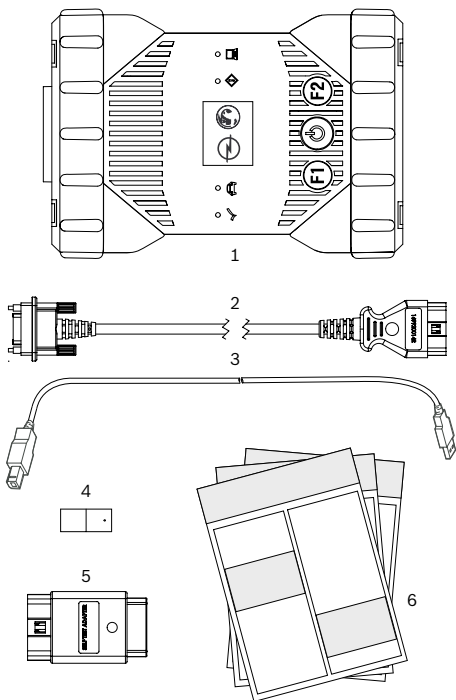

Рис. 1: Комплект поставки (1a или 1b)
1. Racordați Opel-Vauxhall-VCI (fig. 1, poz. 1) și cablul de conexiune OBD la racordul OBD al vehiculului (fig. 1, poz. 2).
1. Opel-Vauxhall-VCI (рис. 1, поз. 1) подключить к компьютеру с помощью прилагаемого USB-кабеля (рис. 1, поз. 3).